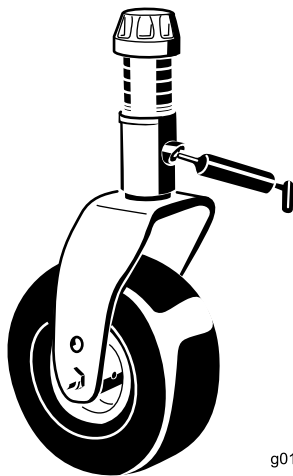

Figure 17
- Bagues d'axe de fourche de roue pivotante (4) (Figure 17)